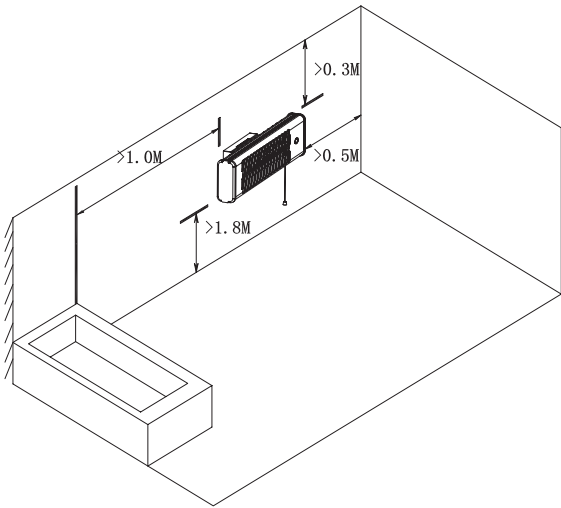

Figura 2
- 6. Coloque el calentador de acuerdo con el requisito de separación indicado en la Figura 2 a continuación.